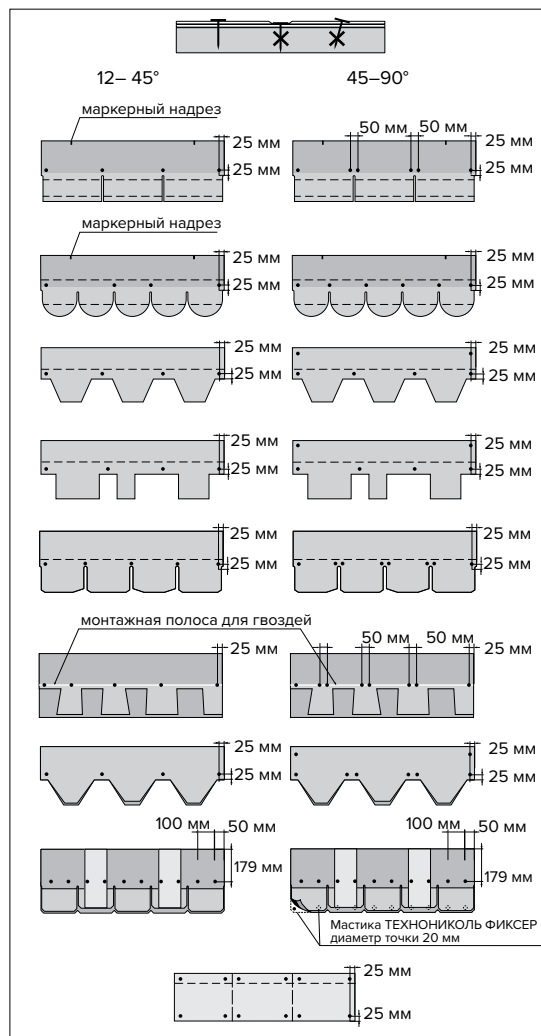

Рис. 12
Каждая рядовая черепица крепится к основанию кровли с помощью специальных оцинкованных гвоздей с широкими шляпками, количество которых зависит от угла наклона ската. Правильное прибивание специальных гвоздей — очень важный момент. Гвозди следует прибивать таким образом, чтобы шляпка находилась в одной плоскости с поверхностью ТЕХНОНИКОЛЬ SHINGLAS, а не врезалась в нее (рис. 12).
Правильное расположение гвоздей и их количество для каждой формы гибкой черепицы ТЕХНОНИКОЛЬ SHINGLAS указано на рис. 12.
**Внимание:** в форме нарезки «драконий зуб» гвоздь одновременно должен крепить место нахлеста двух составных частей черепицы. Для ориентира завод-производитель наносит специальную монтажную линию на лицевую поверхность ламинированной черепицы (рис. 12). По месту монтажа следует убедиться, что данное условие выполняется. Для монтажа коллекции КОНТИНЕНТ применять гвозди длиной 45 мм.